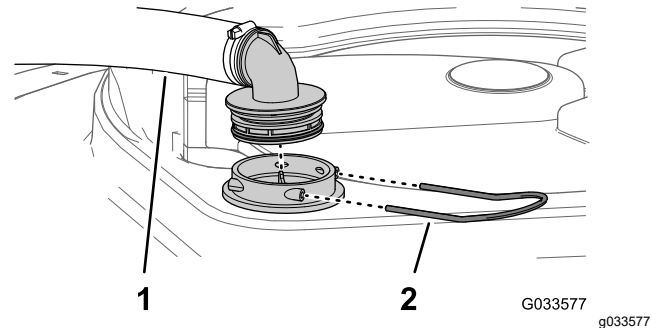

图 100
2. 在打药机药缸的顶部拆下固定从过滤器外壳连接至大软管的软管接头的卡环 图 100。
3. 从过滤器外壳上拆下软管和软管接头 图 100。